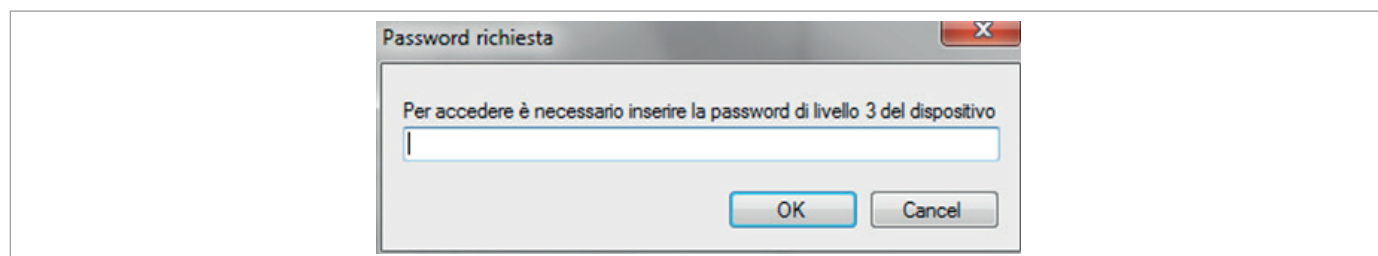

Fig. 8.36. Richiesta password
- **Usa psw salvata:** Se questo campo è flaggato, viene usata la password impostata nella configurazione corrente per accedere al dispositivo. Se non viene flaggato, l'utente dovrà inserire la password nel campo mostrato in Fig. 8.36 e confermare con OK.